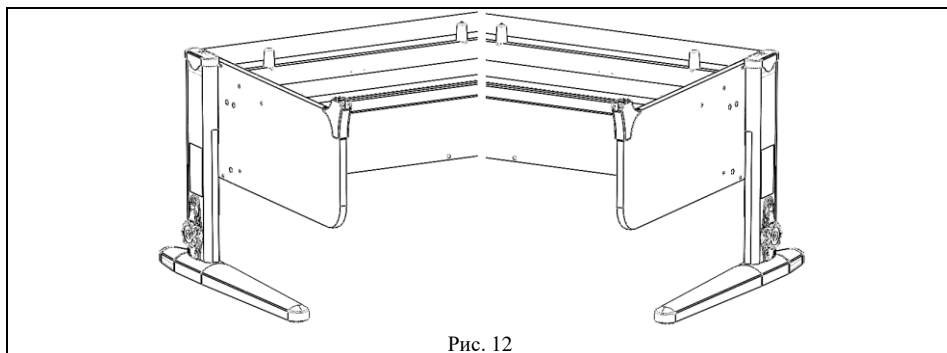

Рис. 12
5.3.1. Вставить левую стойку (сборка по п. 5.2) в основание стола (сборка по п. 5.1) согласно рис. 12.